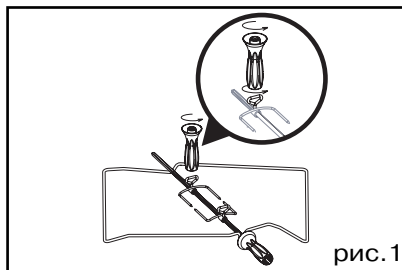

рис. 1
- вставьте в вертел одну из регулируемых вилок и насадите продукт; вставьте вторую вилку; отцентрируйте и закрепите при помощи винта обе вилки (рис. 1).